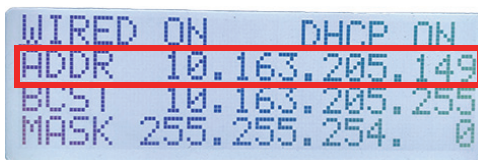

Рис. 4-4 Назначенный IP-адрес
- После перезапуска ВТХ III, вернитесь назад путем **Main Menu > Advanced Menu > Configure Network > DHCP Menu** (Главное меню > Расшир. меню > Настройка сети > Меню DHCP), чтобы просмотреть назначенный IP-адрес (см. Рис. 4-4 на стр. 66).